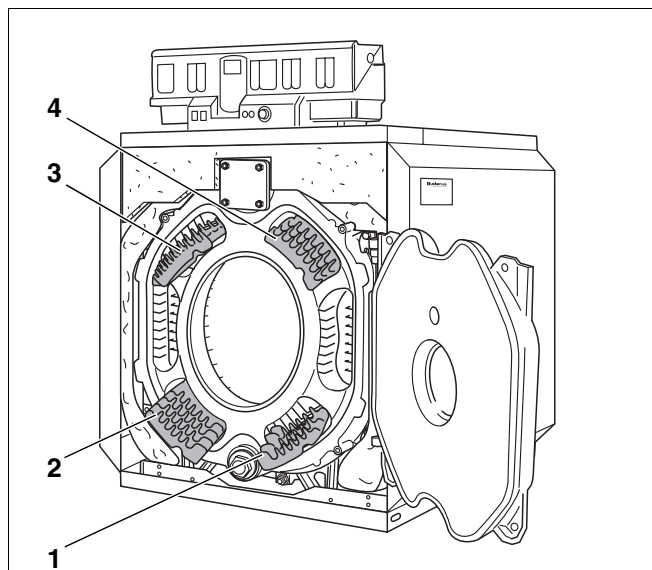

Fig. 51 Extragerea plăcilor de dirijare a gazelor fierbinți.
- Se scot plăcile de dirijare a gazelor fierbinți din canalele de fum (fig. 51, **poz. 1 – 4**).